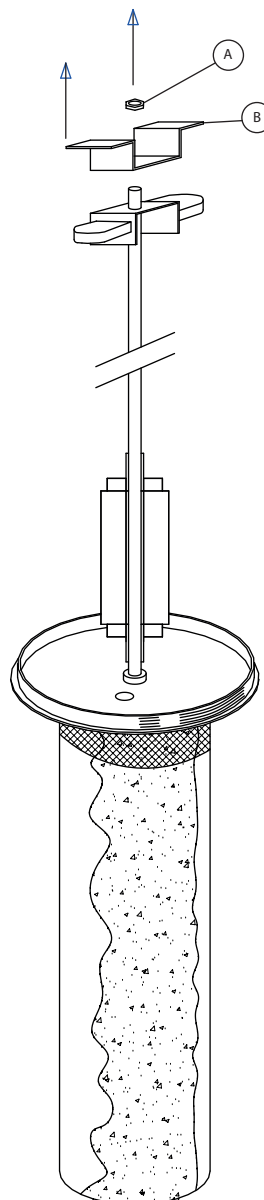

FIG.2
3. Colocar los tres muelles C en el difusor D (fig 2).
3. Place the three springs C through diffuser D (fig 2).
3. Collocare le tre molle C sul diffusore D (fig 2).
3. Mettre en place les trois ressorts C sur le diffuseur D (fig 2).